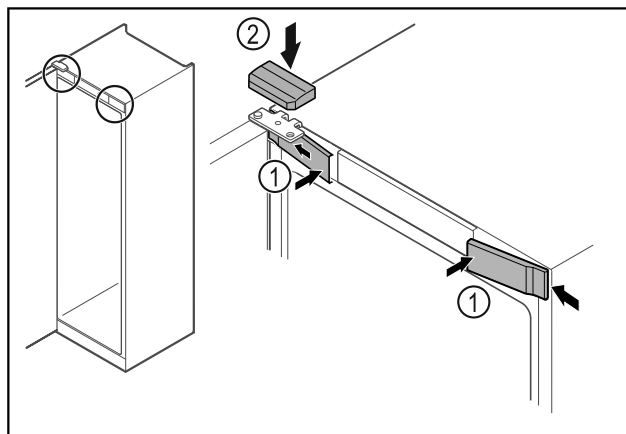

Fig. 47 *
- ▶ Acroșați apărătorile frontale Fig. 47 (1) lateral și fixați-le în poziție.*
- ▶ Fixați în poziție apărătoarea superioară Fig. 47 (2) de sus.*